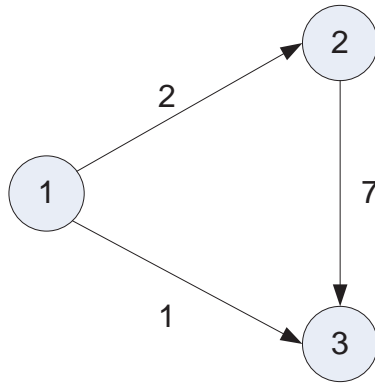

Рис. 5.4. Різна тривалість робіт, позначена стрілками однакової довжини
4. Довжина стрілки не залежить від часу виконання роботи (рис. 5.4).